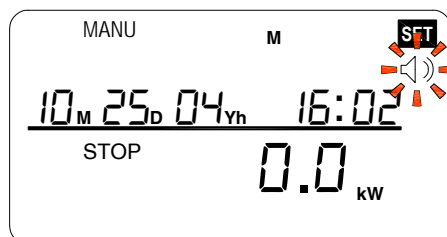

Abbildung 47
1. Halten Sie **MENU** für 3 Sekunden gedrückt. **SET** mit blinkendem Warntonindikator erscheinen, siehe Abbildung 47.